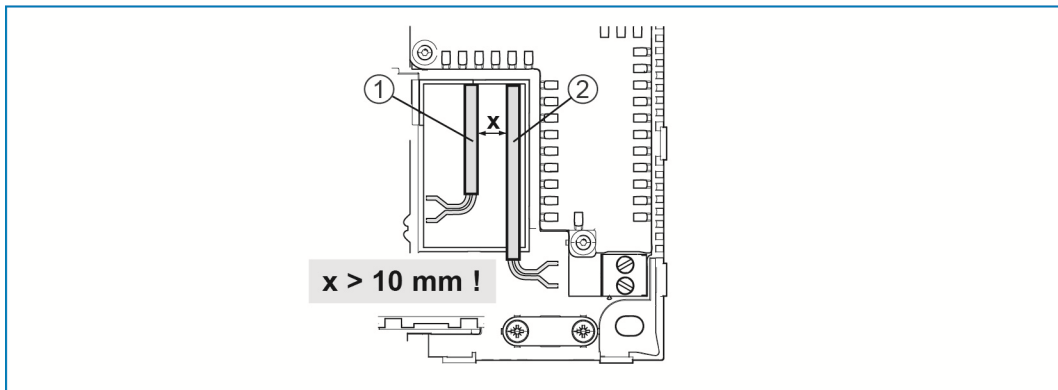

Fig. 4: Circuiti SELV
- » Durante il montaggio i circuiti elettrici SELV vanno separati (distanza > 10 mm) dagli altri circuiti elettrici (vedi Fig. 4).